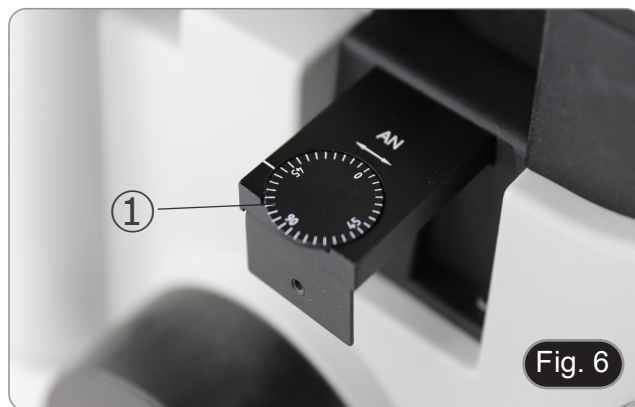

Fig. 6
2. Insertar el analizador giratorio en el camino óptico. (Fig. 6)